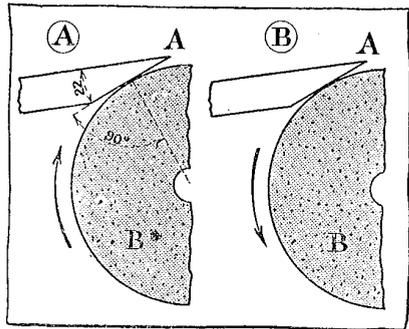

Figure 8
B) Avec une meule en grès. — Ce procédé est encore le plus répandu et à ce sujet il convient de donner quelques explications indispensables sur le mode de rotation que doit avoir la meule quand on affûte ces outils. Certains artisans affilent les lames la meule fuyant devant eux, lorsqu'ils appuient normalement l'outil (fig. 8, A).
Cette bonne méthode est illustrée en B (fig. 8), c'est la seule que doit pratiquer l'amateur soucieux d'obtenir un bon affûtage.